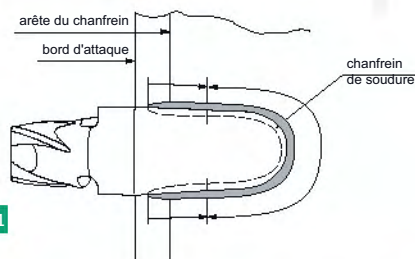

Fig.1
- 3 Soudez le pourtour des 2 branches en commençant la soudure à mi-longueur de la branche supérieure (fig.1). Contournez l'extrémité et poursuivez la soudure jusqu'au milieu du côté opposé. Complétez par la soudure de l'avant de la branche en commençant les cordons à 15 - 25 mm (suivant la taille) du bord d'attaque (fig. 2). Renouvelez l'opération en suivant cette méthode jusqu'à l'obtention de cordons aux dimensions précisées dans le tableau ci-contre.